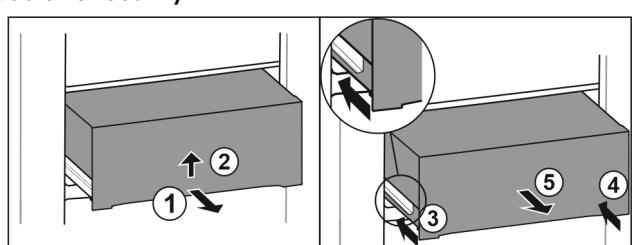

Fig. 40
- Vytiahnite zásuvku do polovice. Fig. 40 (1)
- Nadvihnite zásuvku na spodnej strane. Fig. 40 (2)
- Zasuňte ľavú koľajničku. Fig. 40 (3)
- Zasuňte pravú koľajničku. Fig. 40 (4)
- Odoberte zásuvku dopredu. Fig. 40 (5)